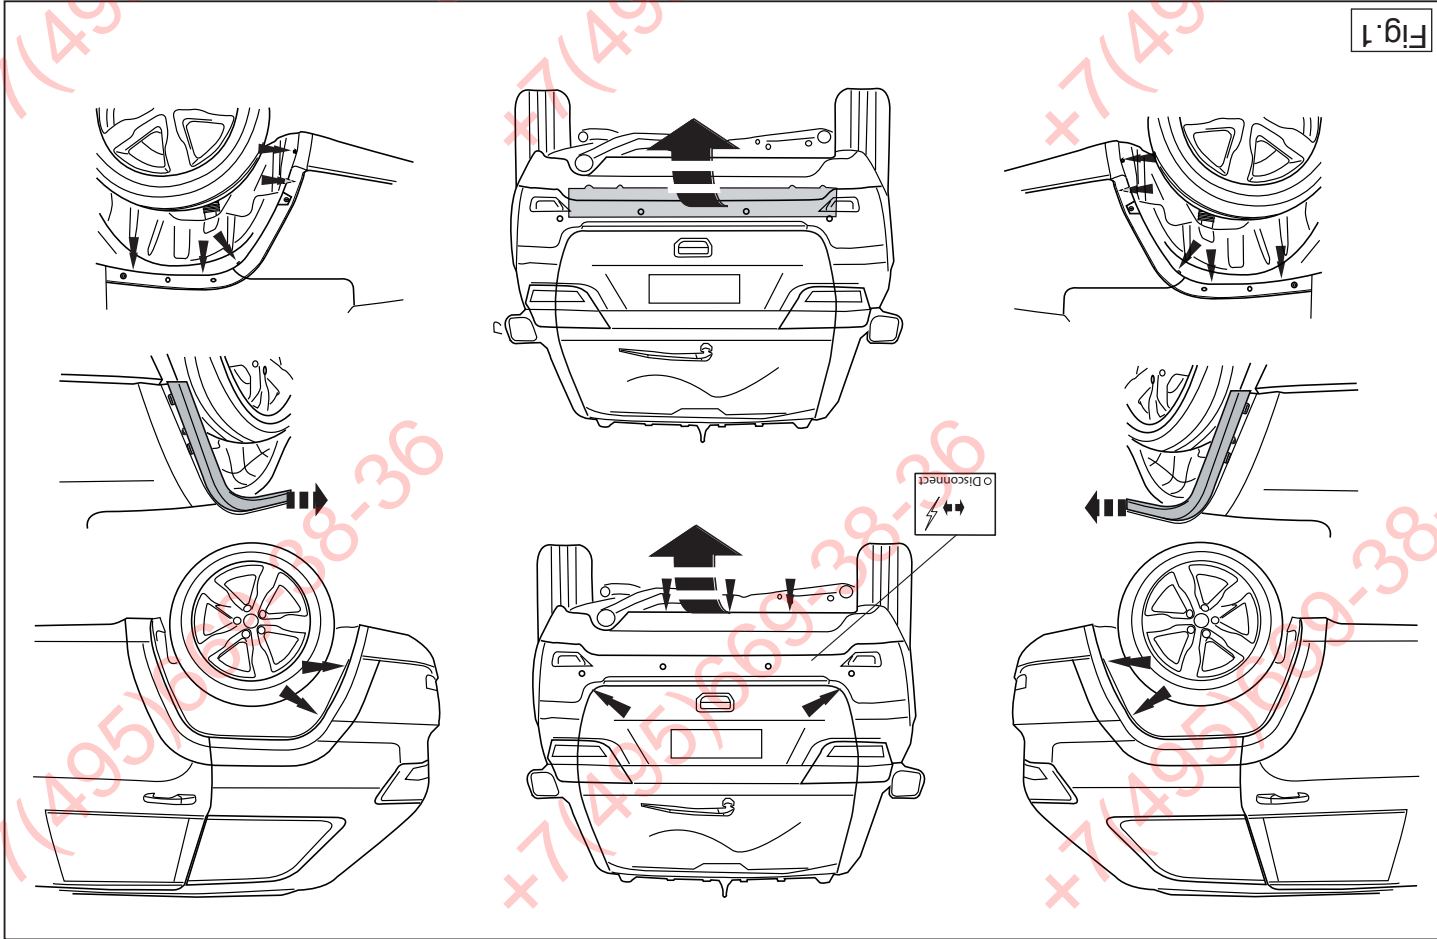

Fig.1
1. Demonteer de bumper inclusief de stalen stootbalk van het voertuig, de stootbalk wordt niet meer gebruikt. (zie fig. 1)
1. Remove the bumper and the steel buffer beam from the vehicle. The buffer beam will no longer be needed. (see fig. 1).
1. Die Stoßstange einschließlich des stählernen Stoßbalkens vom Fahrzeug abmontieren. Der Stoßbalken wird nicht mehr benötigt. (siehe Fig. 1).
1. Déposer le pare-chocs du véhicule y compris la traverse en acier ; la traverse ne sera plus utilisée. (voir la fig. 1).
1. Demontera stötfångaren inklusive stöttranden av stål från fordonet, stöttranden förtaller. (se fig. 1).
1. Demonter kofangeren, inklusive køretøjets stålstødbjælke. Denne bliver overflødig. (jævnfør fig. 1).